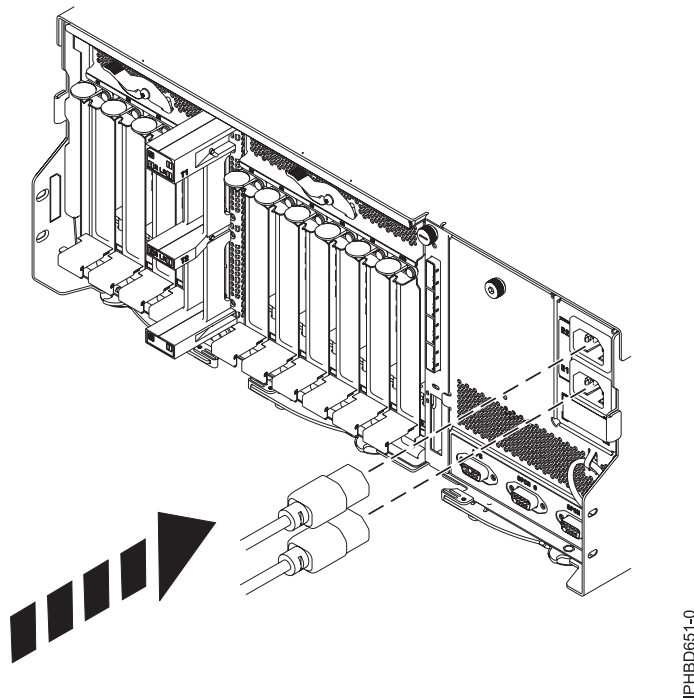

Figura 33. Conexión de los cables de alimentación en la parte posterior de una unidad de expansión
7. En la parte posterior de la unidad de expansión, conecte los dos cables de alimentación, como se muestra en la Figura 33.